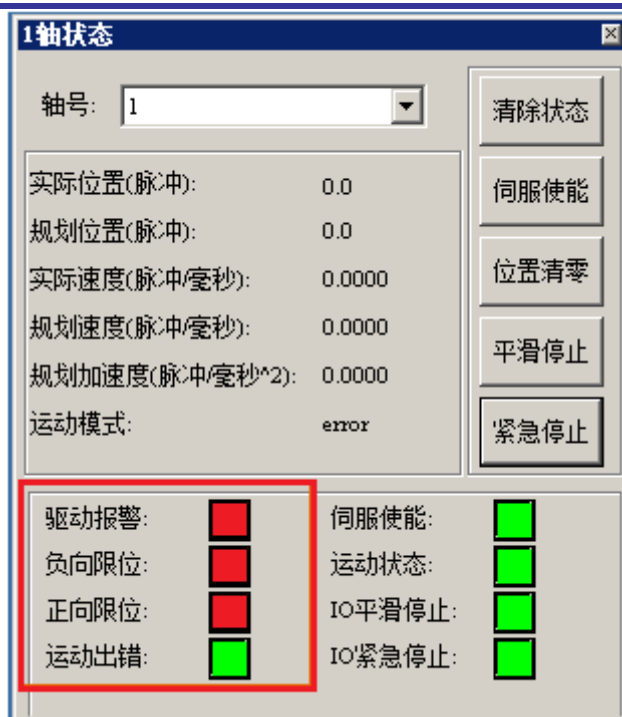
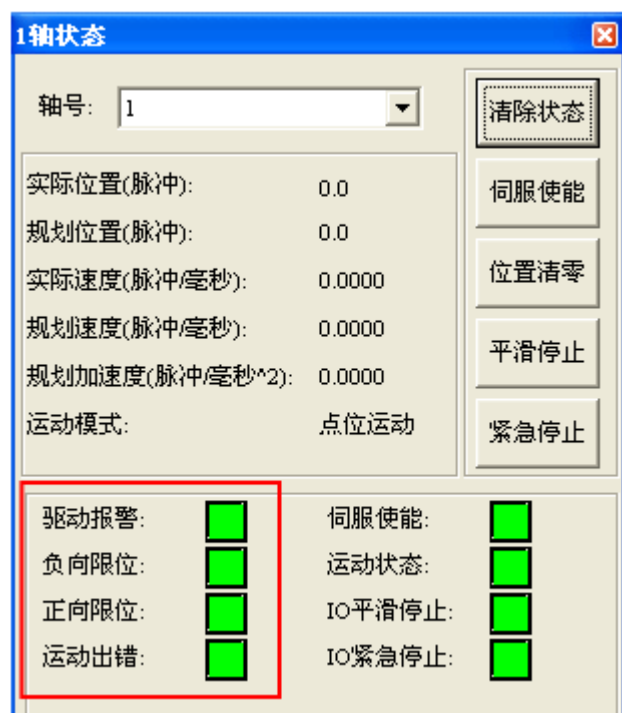

图 4-12 轴状态对话框
图 4-13 轴状态对话框
- (1) 首先，以“4.3.3”设置完“脉冲模式”后，写入控制器状态。然后，点击主界面菜单“视图”->“轴状态”，将会弹出状态显示模块对话框。若控制器刚复位完，轴 1 状态如图 4-12 所示；若将“4.3.3”设置写入了控制器，使报警无效，并点击“伺服使能”，轴 1 状态如图 4-13 所示。（注：可以同时启动 4 个轴状态显示对话框。对话框的“轴号”下拉列表可以选择控制轴号，选择后，对话框的标题将显示对应信息。）
- (2) 图 4-12、图 4-13 轴状态对话框中显示的是当前轴的一些运动参数，从上至下分别为“实际位置”-“规划位置”-“实际速度”-“规划速度”-“规划加速度”。
- (3) 下边的框中状态标志以对应图标的颜色表示不同的状态，绿色代表该标志位没有触发，红色代表该标志位已经触发。